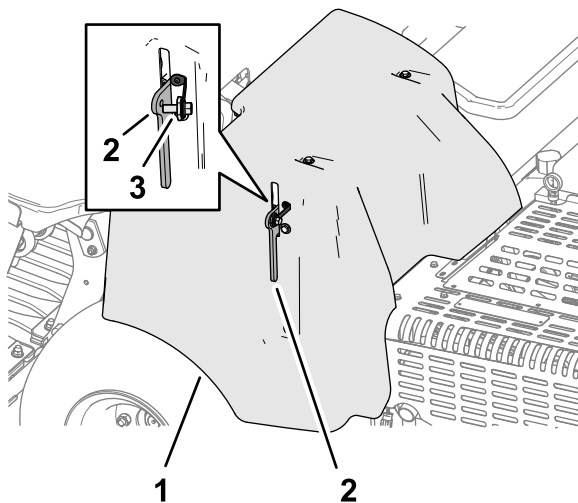

Figure 147
4. Si la machine est équipée de la sangle de sécurité sur le verrou du protège-courroies (conformité CE), insérez le boulon de la sangle dans le trou du verrou du protège-courroies et serrez le boulon (Figure 147).